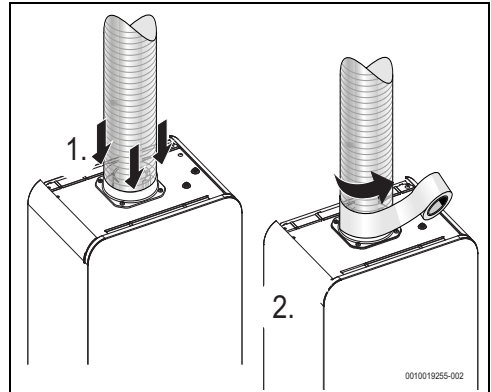

Fig. 16
- ser isolada com material adequado (Fig. 16),